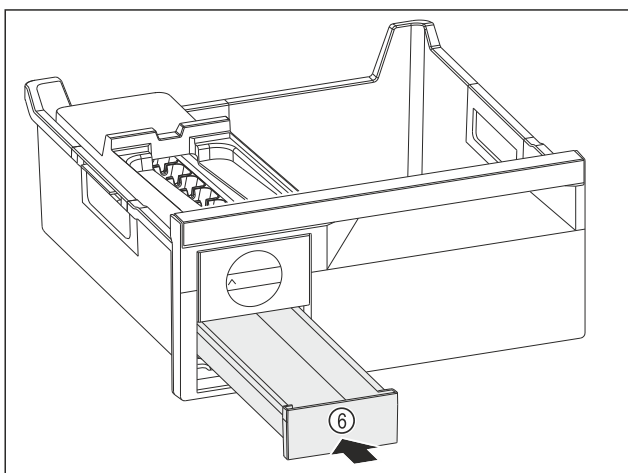

Fig. 122
- ▶ Lükake jääkuubikusahtel Fig. 122 (6) sisse.